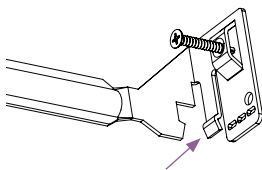

fig. 4
- c. Sólo cielorraso de rejilla en T: Doble las pestañas de las barras de clavado para bloquearlas a la rejilla en T (consulte la fig. 4).